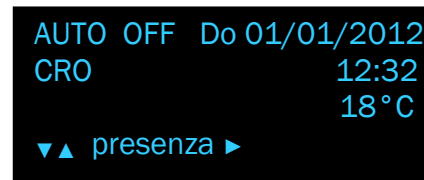

FIG. 4-34
- scorrere il menù con il tasto  fino a trovare la sezione "presenza" (fig. 4-34);